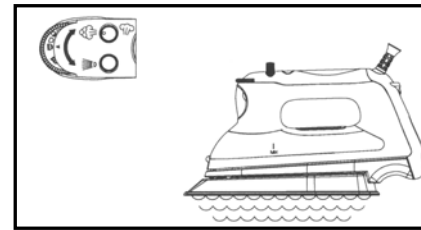

Fig. 2
4. Placez le fer sur son pied sur une surface stable et protégée et laissez-le chauffer durant environ **deux (2) minutes**, ou jusqu'à ce que les témoins de température à droite du panneau d'affichage à DEL cessent de clignoter.
5. Tournez le cadran de contrôle de vapeur variable à la droite afin d'augmenter la quantité de vapeur. Le fer utilise plus d'eau lorsque vous utilisez plus de vapeur. Il pourra être nécessaire de remplir le réservoir plus souvent. (Fig. 2)